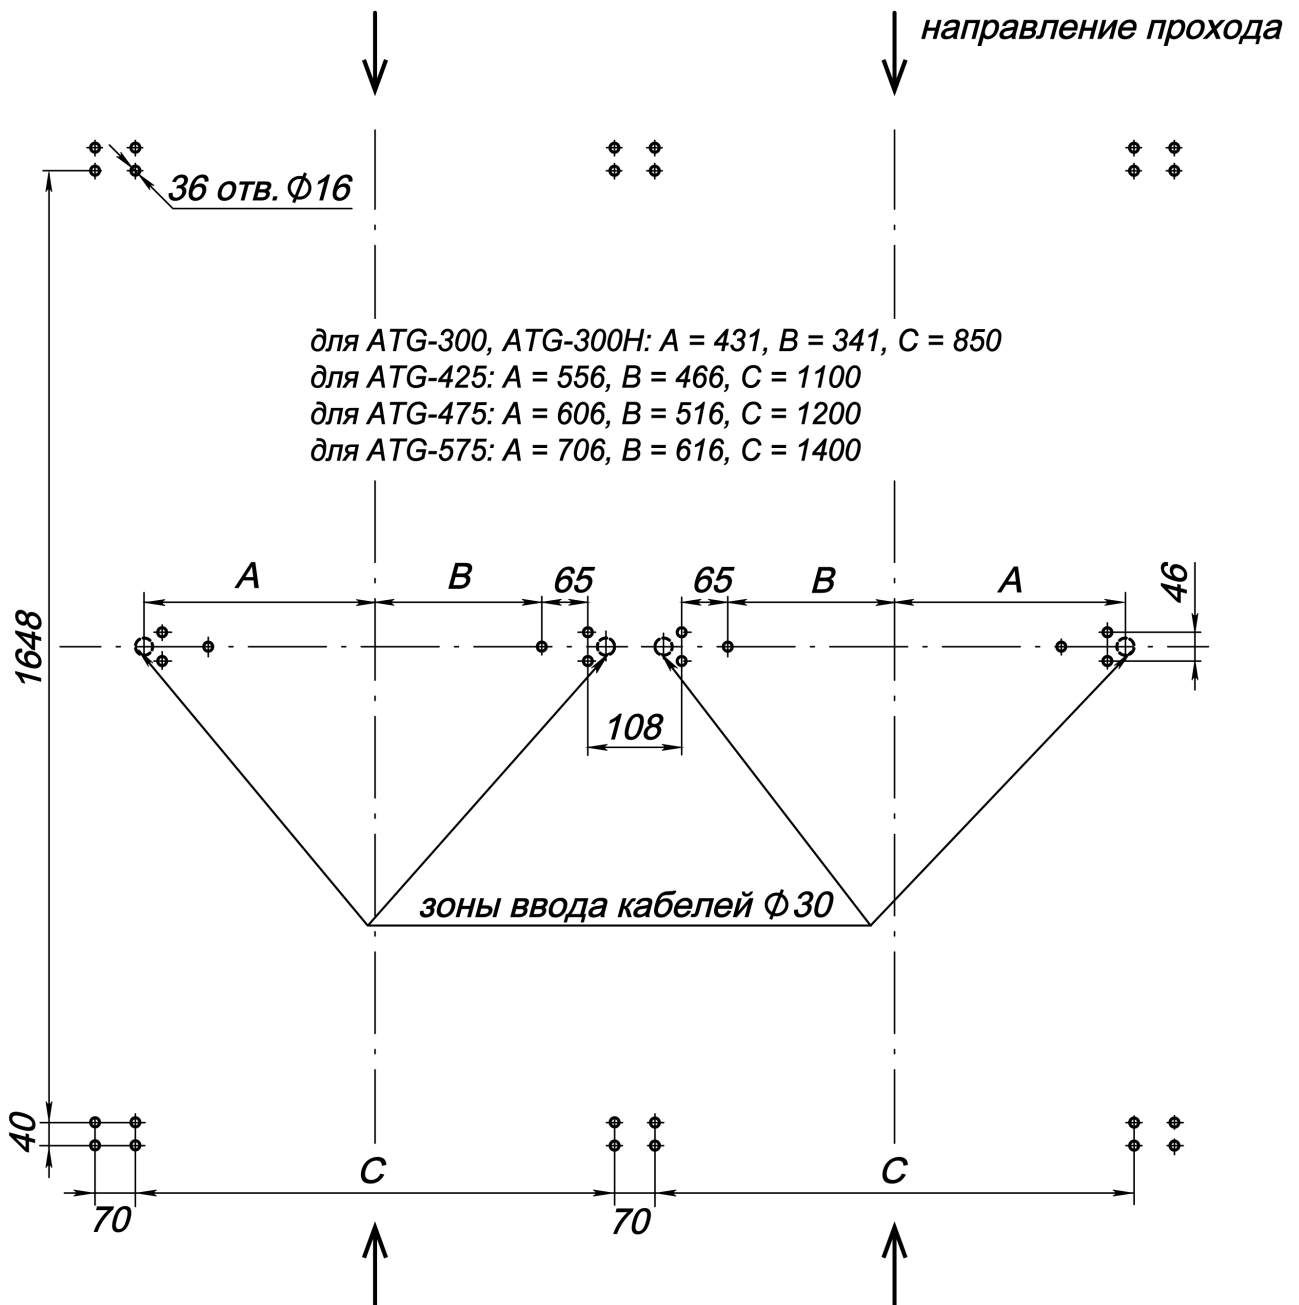
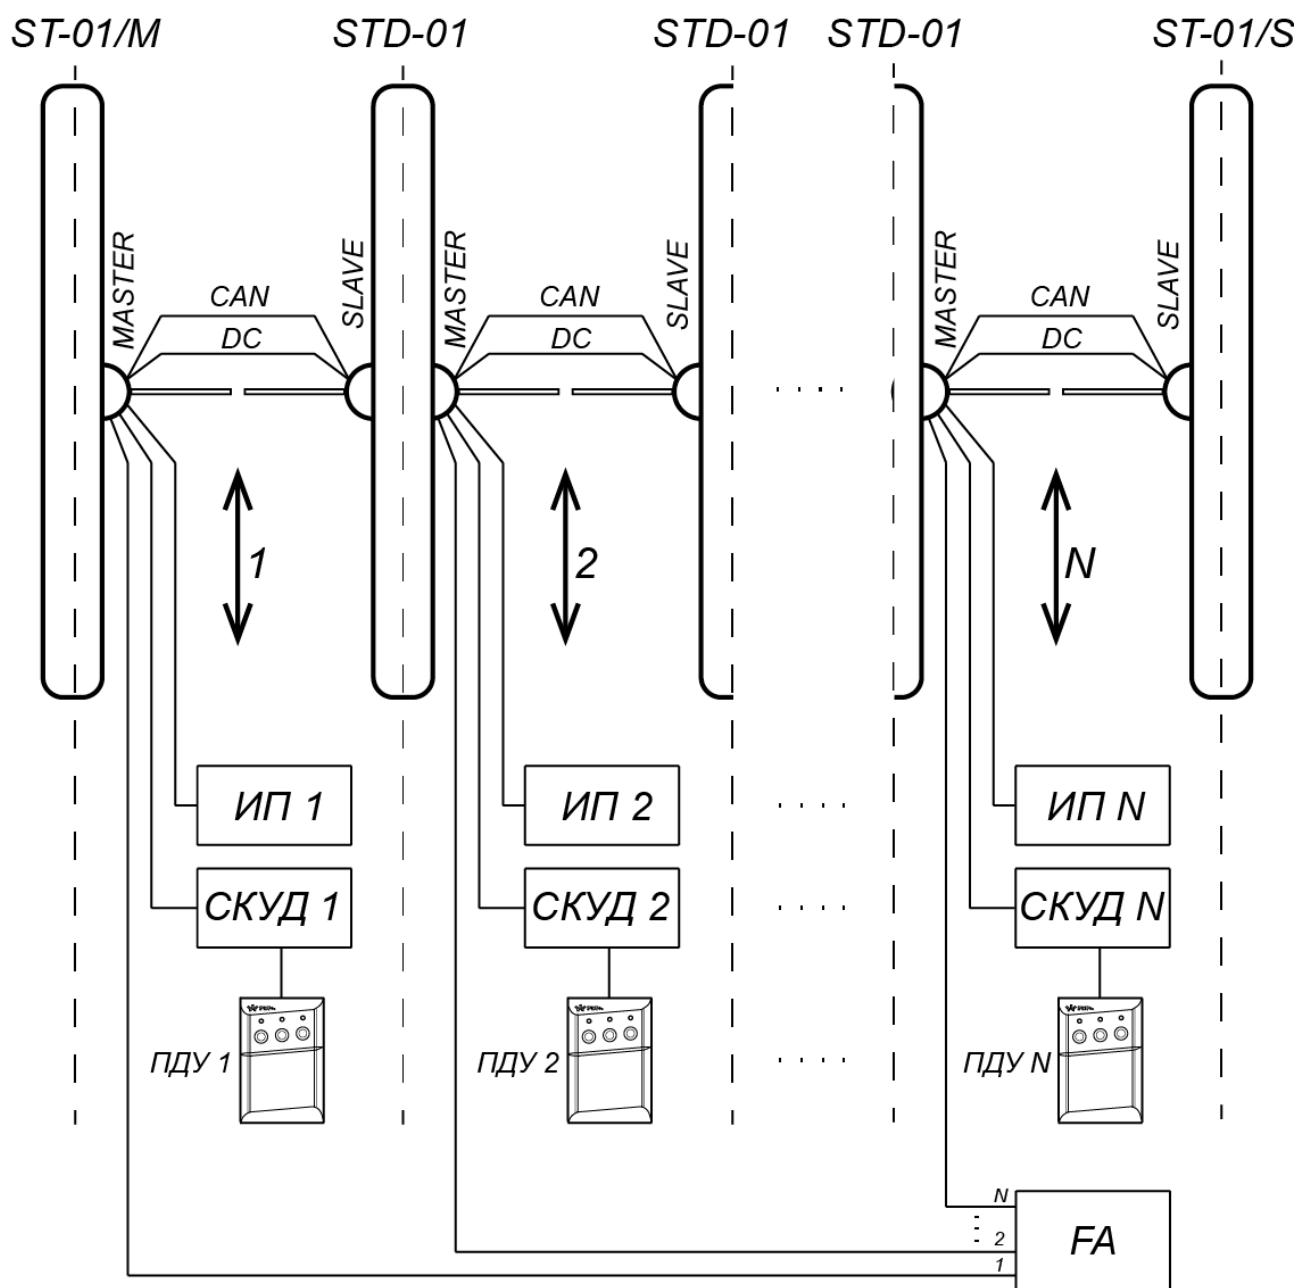
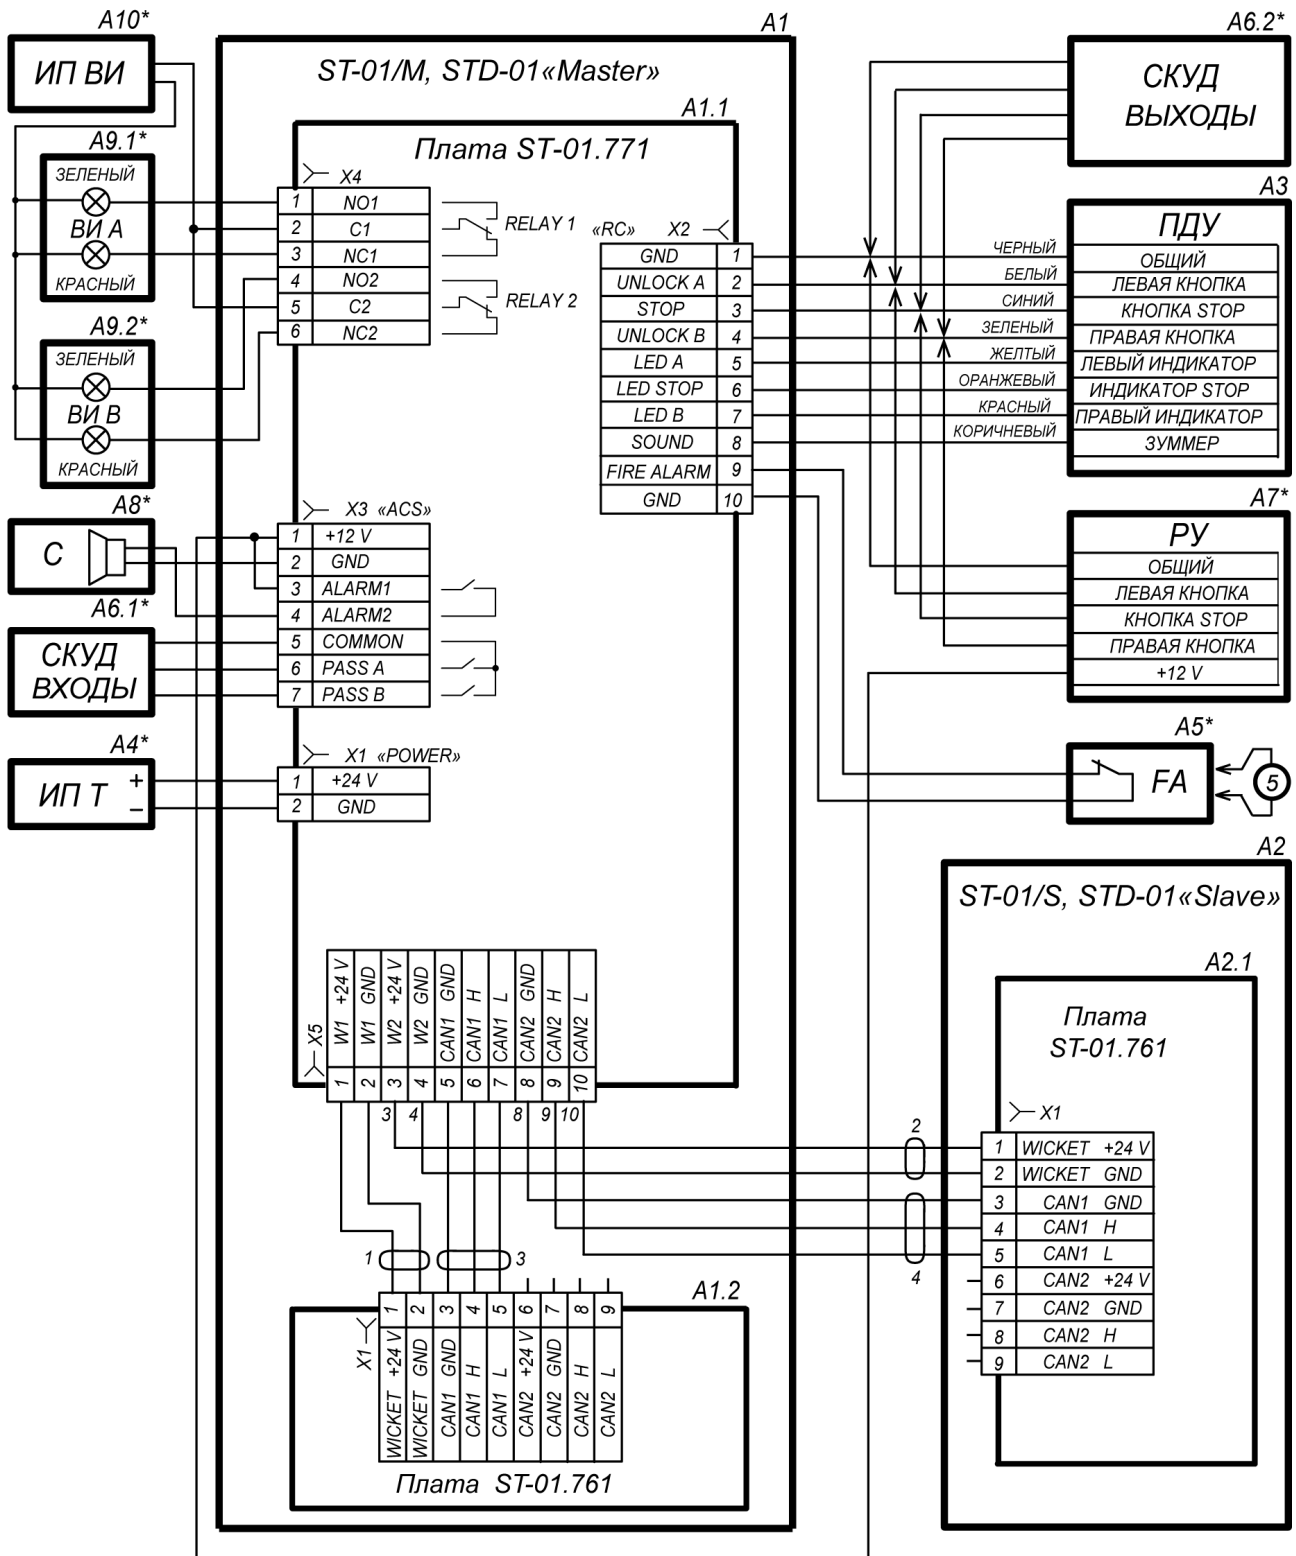

Рисунок 17. Схема разметки для монтажа турникета и двусторонней секции
Рисунок 18. Схема соединений турникета PERCo-ST-01 и двусторонних секций PERCo-STD-01 для организации проходной с несколькими зонами прохода
Рисунок 19. Схема электрических соединений турникета1
Содержание монтажных операций дано с учетом рекомендаций, приведенных в разд. 8.1. Оборудование и инструменты, необходимые при монтаже, перечислены в разд. 8.2. Номера позиций указаны в соответствии с рис. 7 и 8. Схема электрических соединений турникета приведена на рис. 18. Типы кабелей, используемых при монтаже, перечислены в табл. 5. На рис. 17 приведен пример схемы соединений турникета и двусторонних секций при организации проходной с несколькими зонами прохода.
Если нет возможности использовать способ протяжки кабелей кондуктором, при необходимости кабели DC и CAN можно проложить сразу, до начала установки секций. Данные кабели находятся в центральной стойке секции (стороны секции) *Slave* внизу под кожухом. Для этого необходимо распаковать секцию *Slave*, снять кожух с центральной стойки (см. рис. 19), вынуть кабели DC и CAN и отсоединить их от платы управления приводом. На концах жил кабелей имеются маркеры с номерами, соответствующими схеме соединений (рис. 18).
- Снимите кожух центральной стойки (5) (рис. 19, разд. 8.9.1).
14. Через отверстие для ввода кабелей в основании центральной стойки двусторонней секции (со стороны *Master*) введите внутрь стойки кабели для управления второй зоной прохода: от ИП, от ПДУ или контроллера СКУД, от устройства *Fire Alarm* и дополнительного оборудования, а также кабели DC (19) и CAN (20) от секции (стороны секции) *Slave* или же кондуктор для их протяжки.
20. Подключите кабели к плате управления первой зоны прохода согласно схеме электрических соединений турникета (см. рис. 10 и рис. 18). Плата расположена в нижней части центральной стойки секции *Master*.
Соединительные кабели DC (2) и CAN (4) подключаются к клеммным колодкам **X5** платы управления секции *Master* и **X1** платы привода секции *Slave* в соответствии с маркировкой их жил (см. рис. 18).
Для снятия кожуха центральной стойки (5) – сдвиньте кожух вдоль стойки вниз и на себя, выводя зацепы кожуха из пазов в центральной стойке (см. рис. 19).